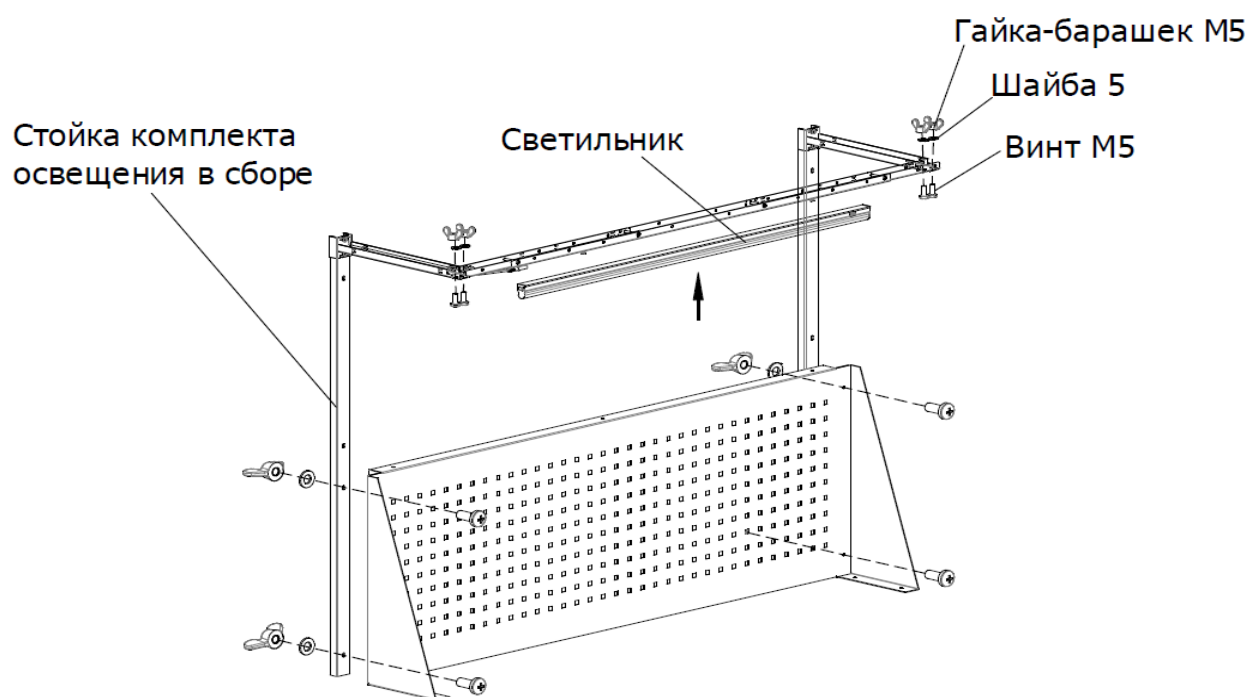

Рисунок 8
3.7 Комплект освещения крепится к экрану, до сборки экрана (рисунок 8). Экран в этом случае собирается с боковыми опорами (п.3.5) одновременно с комплектом освещения при помощи винтов и гаек-барашков M5.